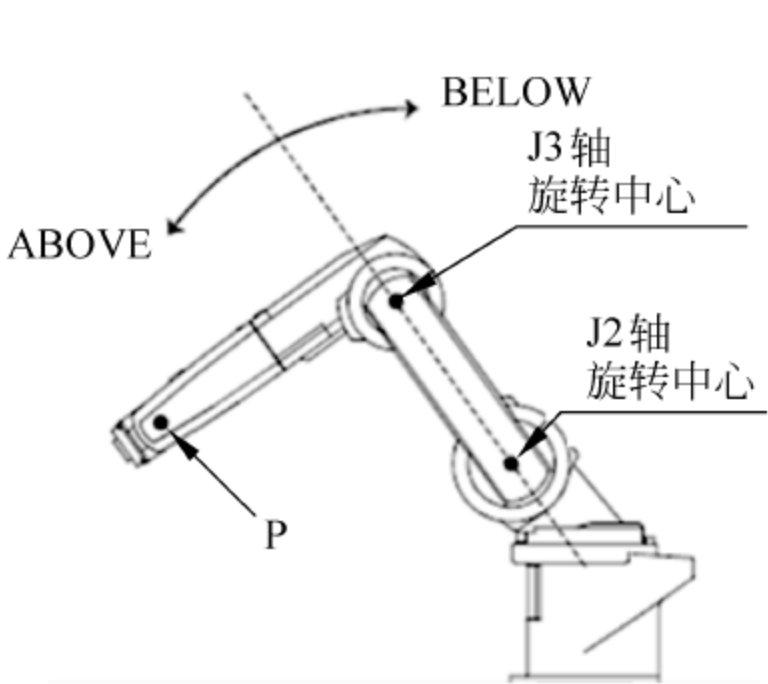

图 11-10 FL1 标志中上下的判定及显示
(2) 6 轴机器人：以 J2 轴旋转中心和 J3 轴旋转中心的连接线为基准，判别 J5 轴中心点 P 是位于该中心连接线的上面还是下面。如果在上面，则 FL1 bit1=1；如果在下面，则 FL1 bit1=0；如图 11-10 所示。